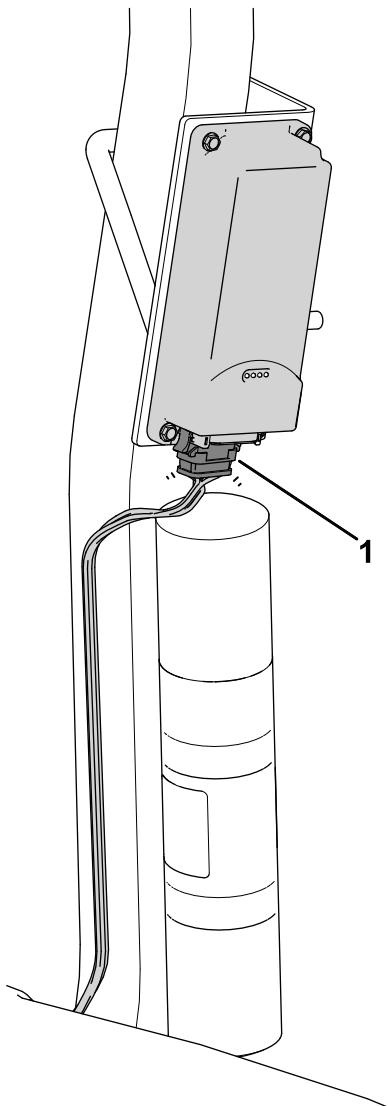

Figure 12
3. Branchez le connecteur étiqueté P02 du faisceau de câblage du dispositif télématique sur le dispositif télématique (Figure 12).